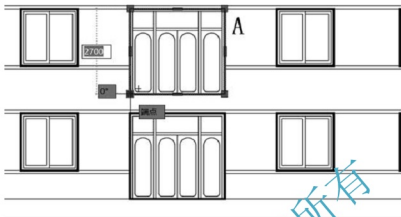

图 4.41 定义坐标基点
(1) 设置【阳台】图层为当前层, 并用【窗口缩放】命令将视图放大至如图 4.41 所示的状态。
(2) 在命令行无命令状态下, 单击如图 4.41 所示的 A 线 (阳台门洞口线), 此时出现 4 个夹点, 然后单击左下角的蓝色夹点使其变红, 按两次 Esc 键取消夹点。通过此步操作定义下一步操作的相对坐标基点。